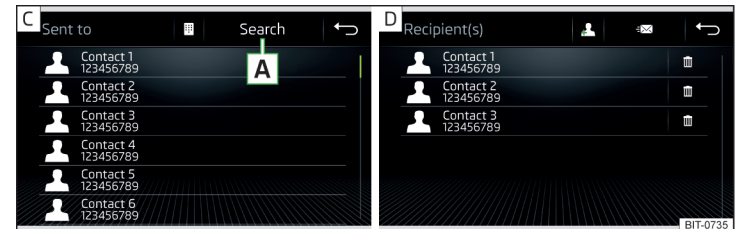

Abb. 207 Kontaktliste / Empfängerliste
- › Den Empfänger der Mitteilung aus der angezeigten Kontaktliste wählen oder die Telefonnummer durch Antippen der Funktionsfläche  » Abb. 207 - **[C]** eingeben.
- › Die Funktionsfläche  » Abb. 207 - **[D]** antippen, die Mitteilung wird versendet.
Nachdem die Kontaktliste geöffnet worden ist, können folgende Funktionen ausgeführt werden » Abb. 207 - **[C]**.
Nach der Auswahl der Kontaktnummer oder Eingabe der Telefonnummer wird im Bildschirm die Empfängerliste angezeigt » Abb. 207 - **[D]**.
Durch Antippen einer der Funktionsflächen können folgende Funktionen ausgeführt werden » Abb. 207 - **[D]**.
-  Anzeige der Kontaktliste mit der Möglichkeit, weitere Empfänger der Mitteilung hinzuzufügen/zu entnehmen (zur Rückkehr zur Empfängerliste » Abb. 207 - **[D]** die Funktionsfläche  antippen)